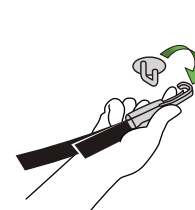
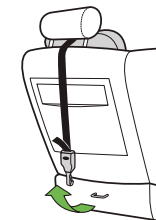

Figure 54
Figure 54a
- Rentrez et maintenez le ressort de rétention sur le Crochet d'Attache, puis retirez le Crochet d'Attaches, tel qu'illustré dans la **Figure 54** et **Figure 54a**.